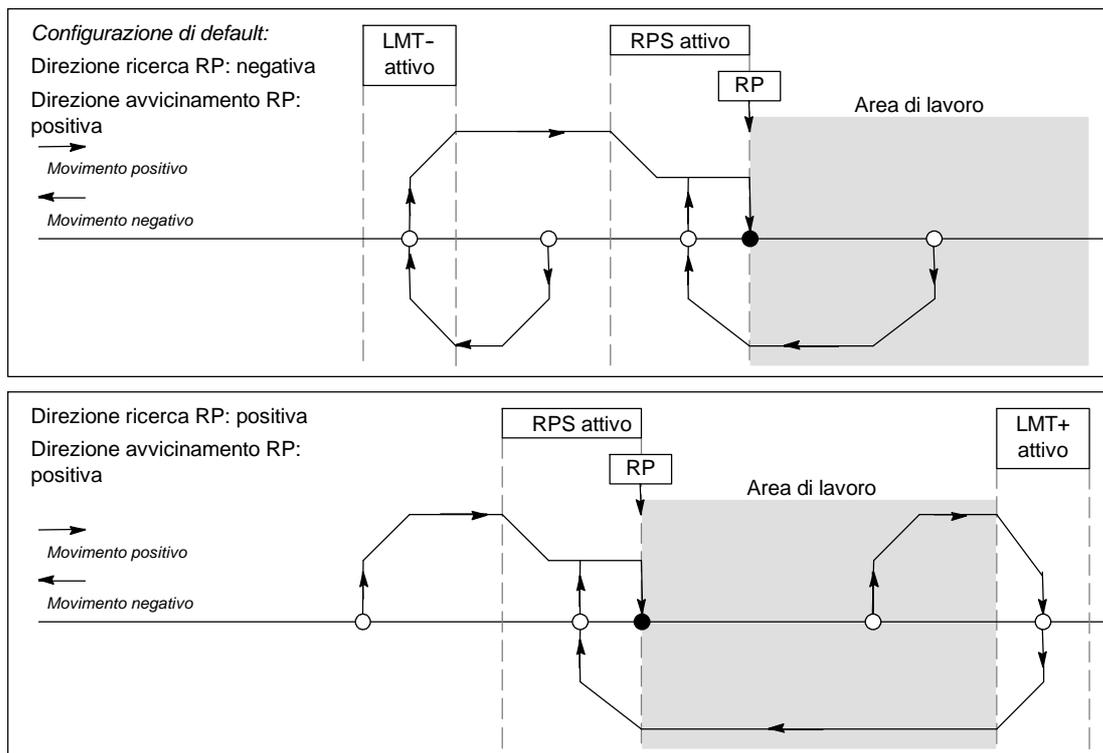

Figura 9-21 Modo 1 di ricerca dell'RP
- ❑ La figura 9-21 rappresenta due opzioni del modo 1 di ricerca dell'RP. Questo modo individua l'RP nel punto in cui l'ingresso RPS si attiva all'avvicinamento dal lato dell'area di lavoro.